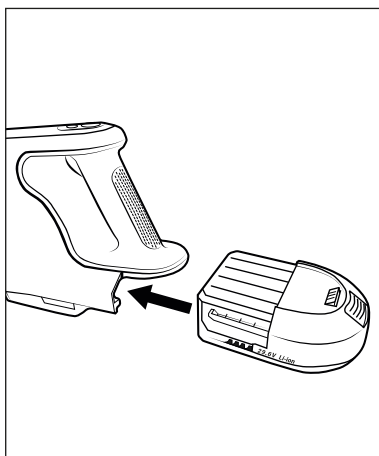

Fig. 3
- 3) Coloque o acumulador 2 no aparelho, até encaixar no aparelho com um clique audível (ver fig. 3).